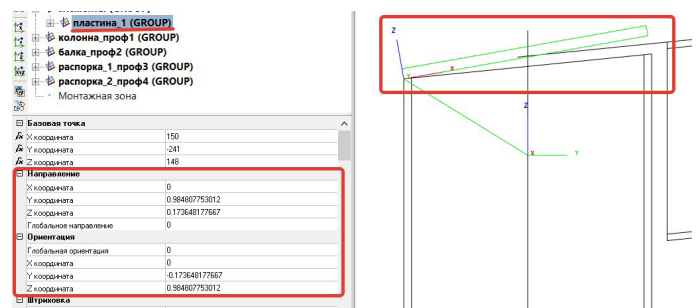

Рис. 32. Положение пластины под "ложным" углом
- командами поворота относительно оси Oх поворачиваем пластину на "ложный" угол 10 градусов. На рис. 32 показаны изменения в значениях координат и поворот пластины;